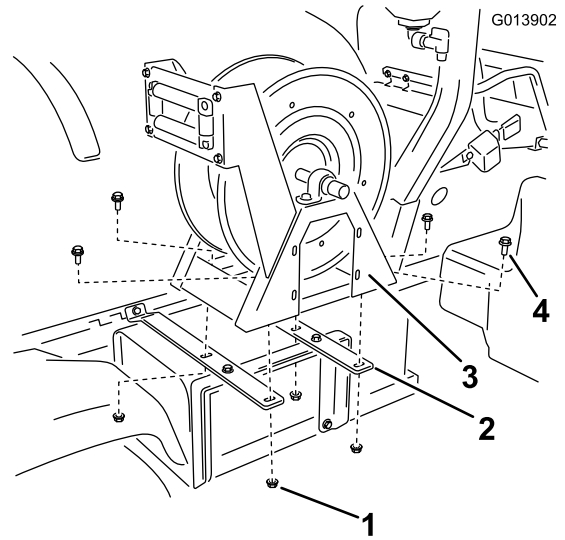

图10
5. 使用4个凸缘头螺栓 (3/8 x 1 英寸) 和4个凸缘螺母 (3/8 英寸) 将软管卷总成安装到软管卷箍带 (图10) 上。